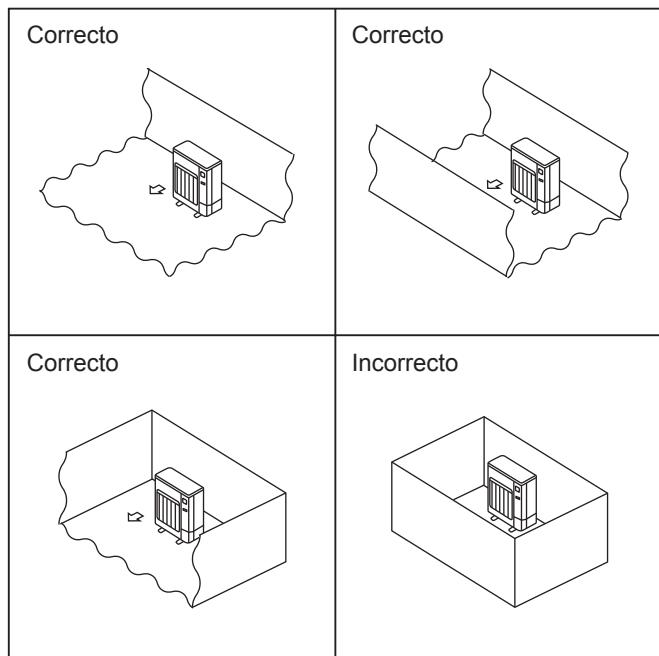

Fig. 2-2
- ©Instale as unidades exteriores num local onde, pelo menos, uma das quatro laterais seja aberta e cujo espaço seja suficientemente amplo e não tenha depressões. (Fig. 2-2)